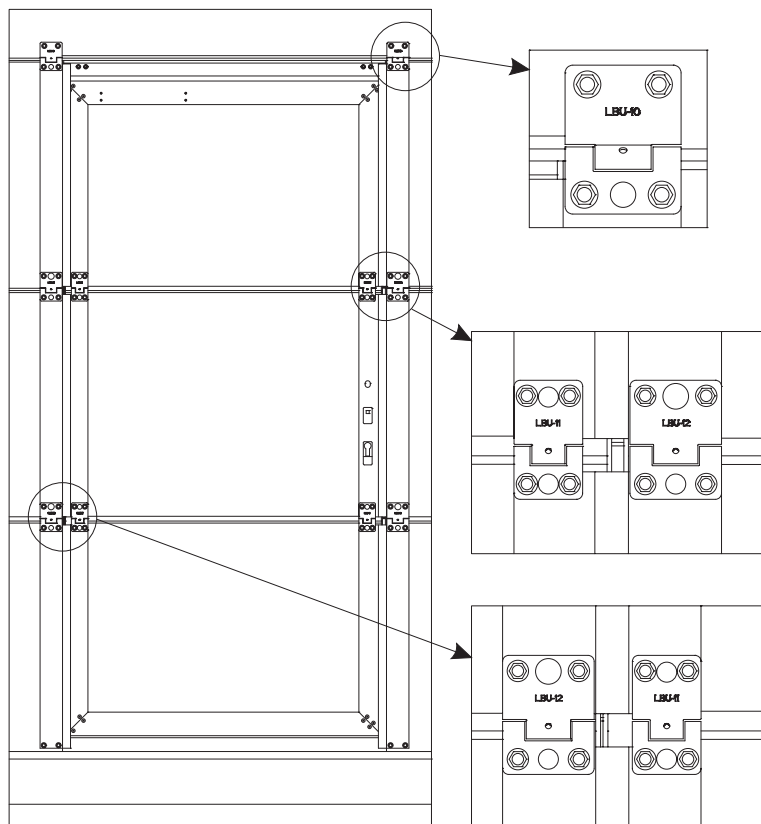

Рис.33
- установить на обрамление калиточного проема и полотно калитки петли и закрепить их самонарезающими винтами 6,3х16. Расположение петель калитки указано на рис.33.